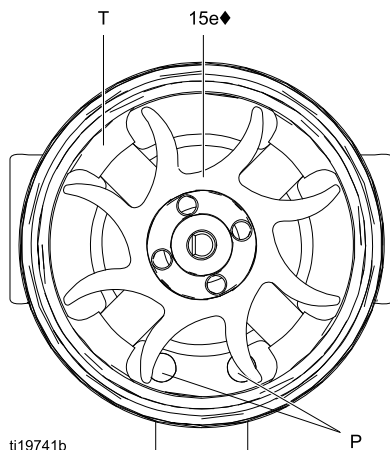
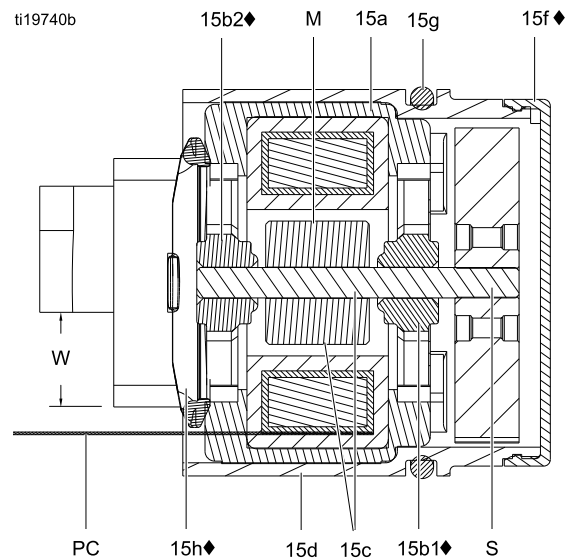

Figure 34 Gebläseausrichtung
Figure 35 Generatorquerschnitt
7. Die Spuleneinheit (15a) auf der Werkbank mit nach oben weisendem Gebläseende ablegen. Mit breitem Schraubendreher Gebläse (15e) von Welle (S) abnehmen.
10. Neues unteres Lager (15b1◆) auf langem Teil des Schafts (S) installieren. Die flache Seite des Lagers muss vom Magneten (M) weg weisen. In die Spule (15a) installieren, sodass die Lagerflügel bündig an der Oberfläche der Spule anliegen.
12. Die Spuleneinheit (15a) auf der Werkbank mit nach oben weisendem Gebläseende ablegen. Gebläse (15e♦) auf langes Teil des Schafts (S) drücken. Gebläseflügel müssen wie abgebildet ausgerichtet sein.
13. Die Spuleneinheit (15a) vorsichtig in das vordere Gehäuse (15d♦) drücken und dabei den Pin der Spule am Steckplatz im Gehäuse ausrichten. Der 3-polige Steckverbinder (PC) muss sich unterhalb der breiteren Nut (W) der vorstehenden Gehäuseteile befinden, wie in Abb. 35 dargestellt. Darauf achten, dass die Passstifte der Spule (P) entsprechend Abb. 34 positioniert sind.
14. Das Gebläse (15e) drehen, bis die Flügel die vier vorstehenden Teile der Lager (T) auf der Gehäuserückseite nicht länger verdecken. Sicherstellen, dass Flügel des unteren Lagers (15b1♦) mit Teilen ausgerichtet sind.